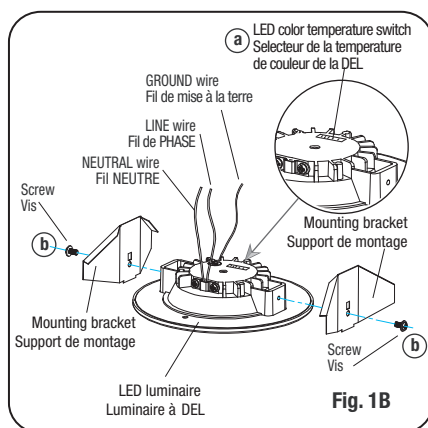

Fig. 1B
1. Select the appropriate LED color temperature by using the switch on the top of the luminaire (Fig. 1B, step "a" detail).
2. Install the two mounting brackets on the luminaire by using the two screws as shown in Fig. 1B, step "b".
1. Sélectionner la température de couleur DEL appropriée à l'aide du sélecteur situé sur le dessus du luminaire (Fig. 1B, étape "a", détail).
2. Installer les deux supports de montage sur le luminaire en utilisant les deux vis comme indiqué sur la Fig. 1B, étape "b".